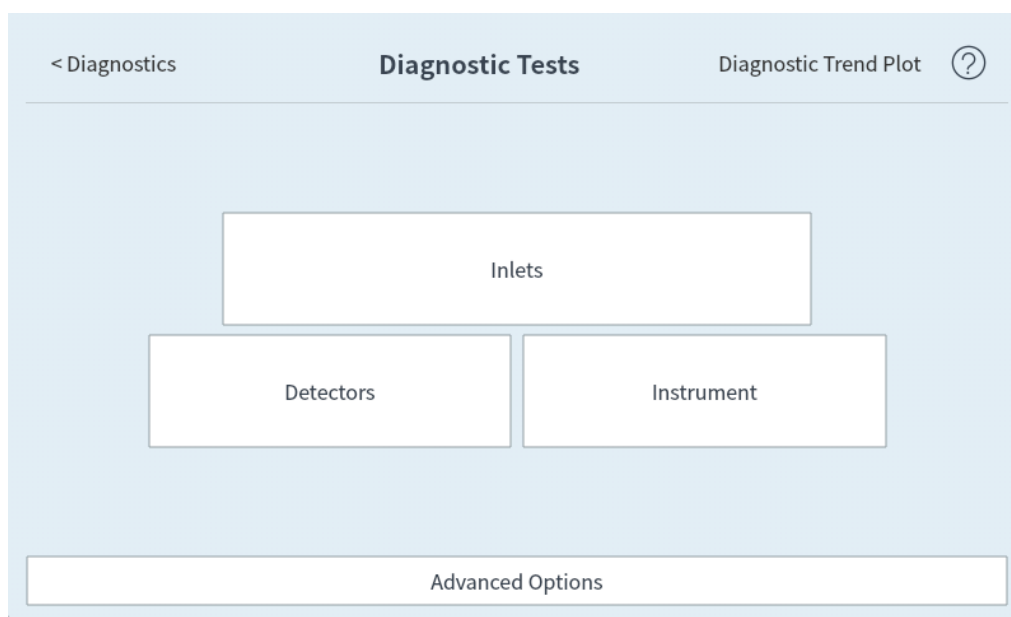

Figura 37. Página de pruebas de diagnóstico
2. Pulse en **Pruebas de diagnóstico (Diagnostic Tests)**. Se abre la página de pruebas de diagnóstico (Diagnostic Tests). Consulte la Figura 37.